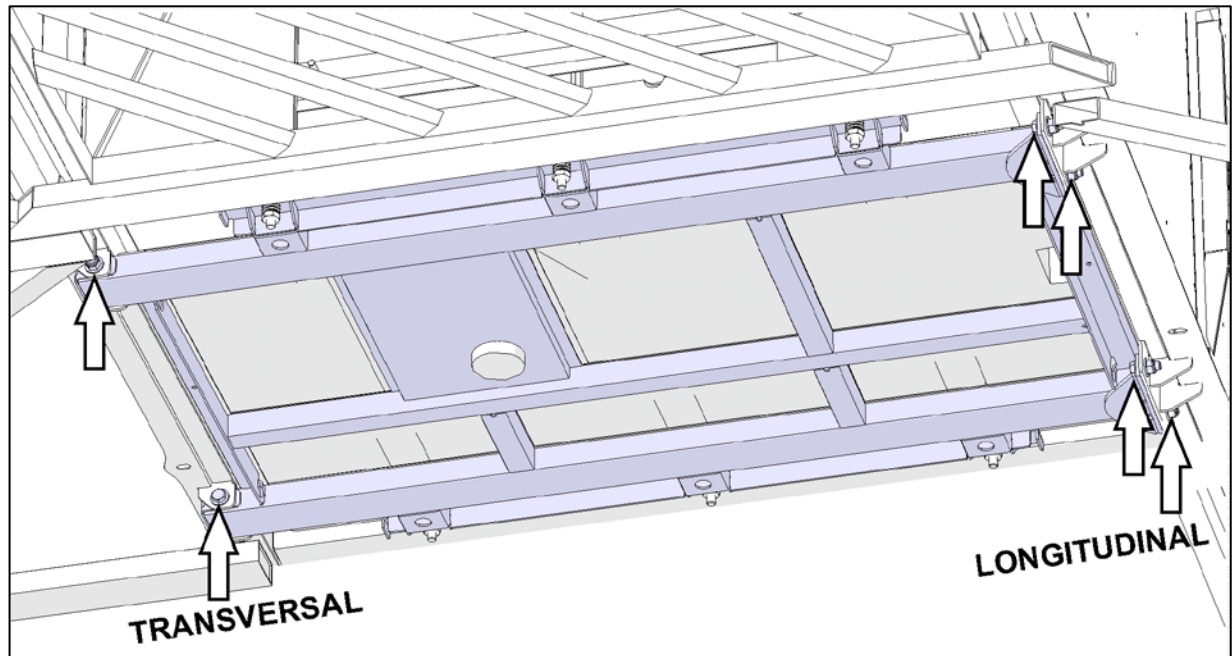

Figure 3 : Emplacements des points d'attache
3. Trouver les 6 points d'attache du châssis de réservoir à carburant.(Figure 3)